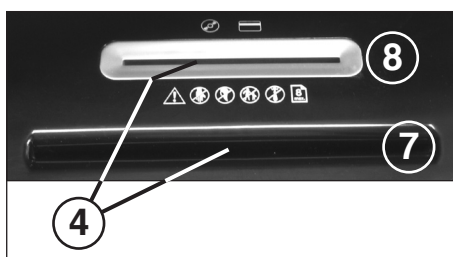

Fig. 2
## 4 = Barrera fotoeléctrica (avance) (Fig. 2)
## 7 = Ranura de alimentación de papel (Fig. 2)
## 8 = Ranura de alimentación de seguridad (Fig. 2)
Introduzca **papel** por la ranura de alimentación de papel (7) (Fig. 2) al mecanismo de corte.
Introduzca los **soportes de datos** (CD, DVD o tarjeta de crédito), uno a uno, por la ranura de alimentación de seguridad, dispuesta separadamente, (8) (Fig. 2) al mecanismo de corte.